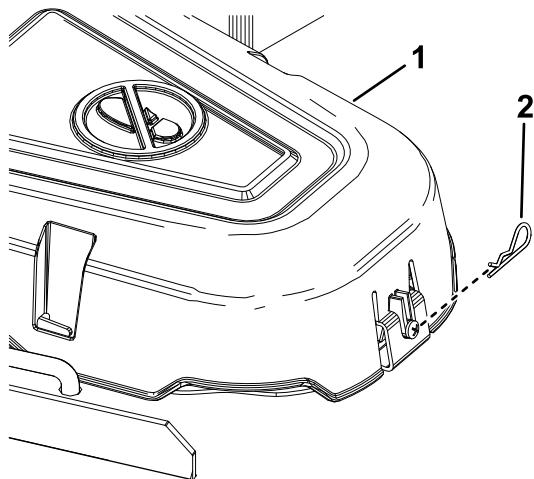

Figura 50
- Retire el pasador de horquilla y presione la pestaña de la cubierta para retirar las cubiertas de las poleas (Figura 50).